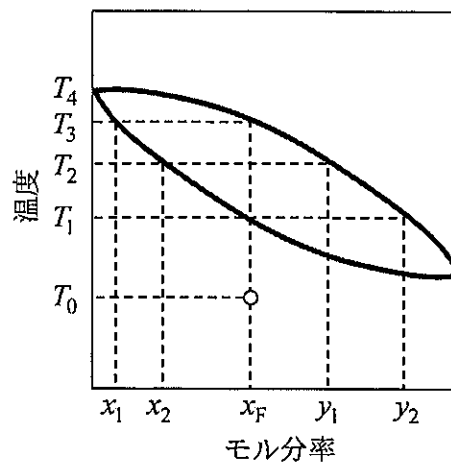

図1 単蒸留における気液平衡
2) 図1は蒸留塔における気液平衡を示したものである。単蒸留缶に、低沸点成分Aのモル分率が x_F で、温度が T_0 の混合溶液を入れてゆっくりと加熱すると、温度 3 で沸騰を始める。このときの蒸気中のA成分のモル分率は 4 である。さらに加熱すると液組成は 5 曲線上を温度の高い方向に変化し、温度は T_2 となり、そのときの蒸気中のA成分のモル分率は 6 となる。